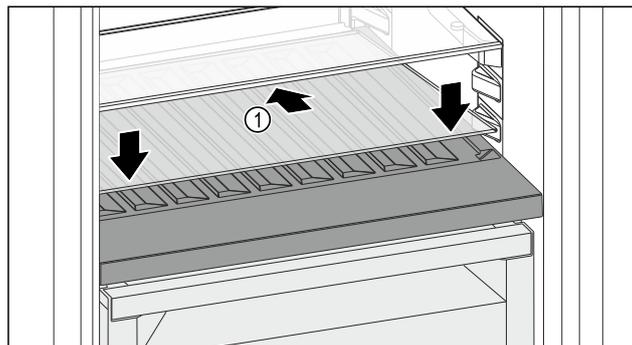

Fig. 98
- ▶ Placer la plaque de verre Fig. 98 (1) en biais et inclinée vers le bas.
- ▶ Abaisser l'avant de la plaque de verre Fig. 98 (1).